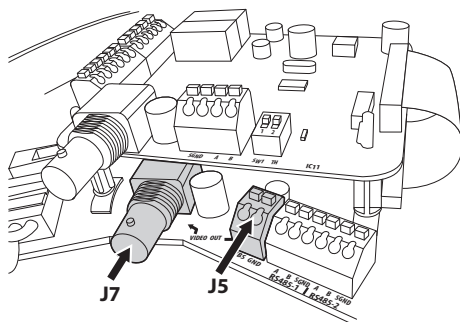

Fig. 13
- **Video Principale:** L'uscita video principale (connettori J5-J7, Fig. 13, pagina 15) è usata per la trasmissione del segnale video del modulo integrato.
- **Video Principale:** In tutti i modelli con la sola telecamera termica l'uscita video principale (connettori J5-J7, Fig. 13, pagina 15) è usata per la trasmissione del segnale video della telecamera termica.